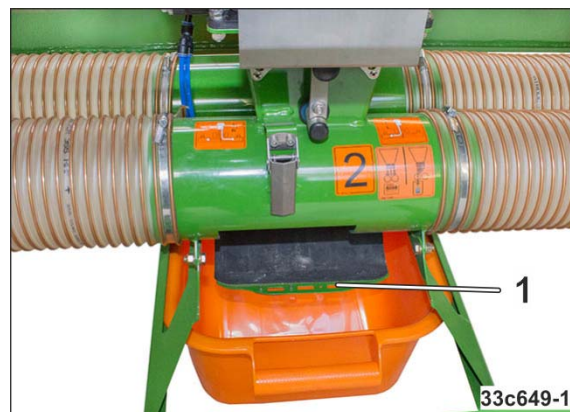

Рис. 125
5. Откройте все резиновые накладки (Рис. 125/1).